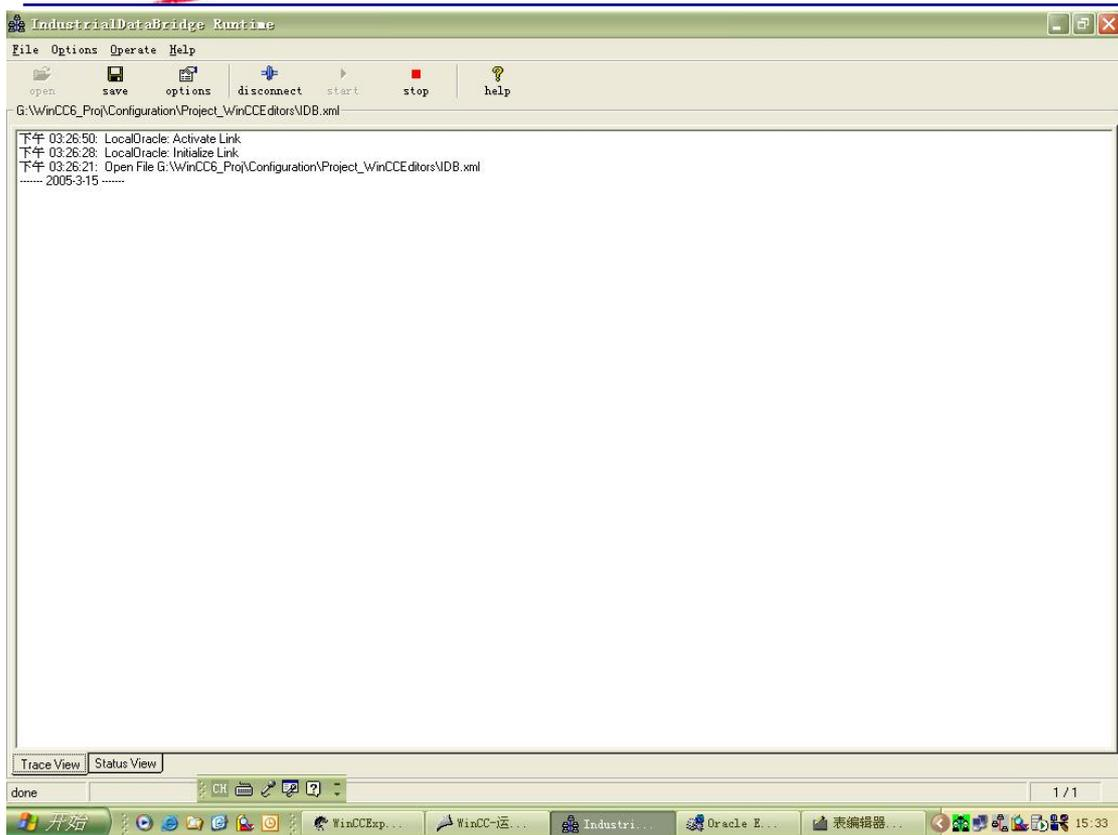

图 9: 运行 Industrial Data Bridge Runtime
2.7 用 Industrial Data Bridge Runtime 打开.xml 文件，单击“connect”连接数据库，连接初始化后，单击“start”开始运行。如图 9 所示。